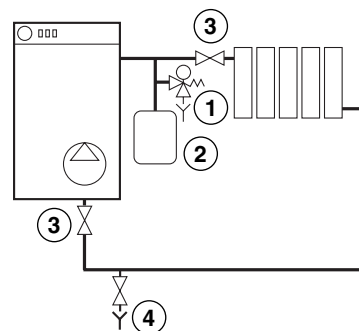

Рис.2: Рекомендуемое присоединение контура отопления
**Для предотвращения образования воздушных пробок в емкости с нагревательными элементами рекомендуется подключать подающую магистраль системы отопления к верхнему боковому патрубку (см. рис. 2).**